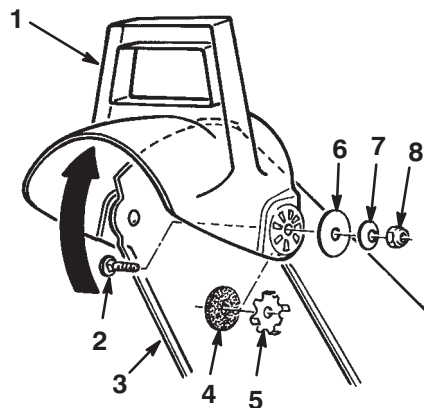

Figure 16
2. Fixez le côté gauche du déflecteur à l'éjecteur à l'aide des pièces requises comme illustré à la Figure 16.